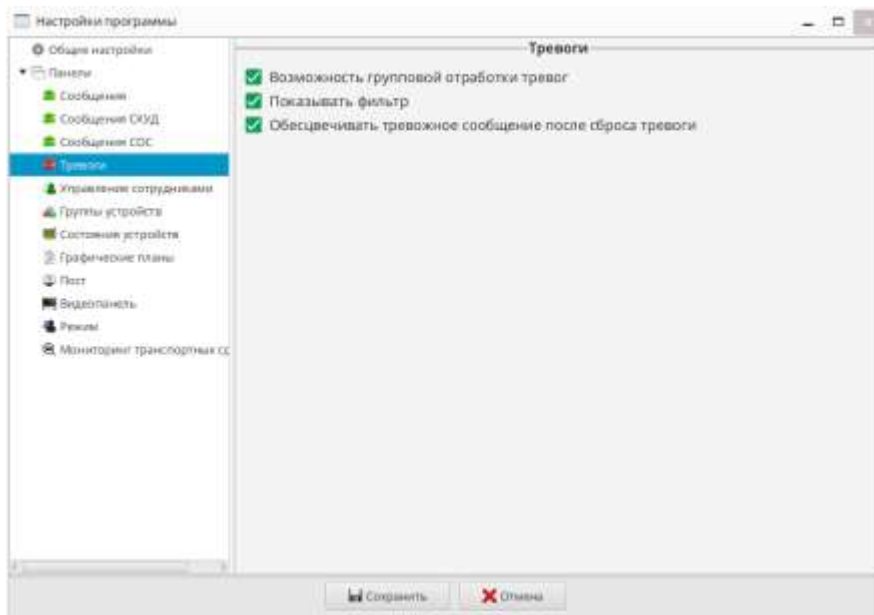

Рис. 91
9.4.1. «Возможность групповой обработки тревог» – позволяет проводить обработку сразу нескольких тревог (Рис. 91);